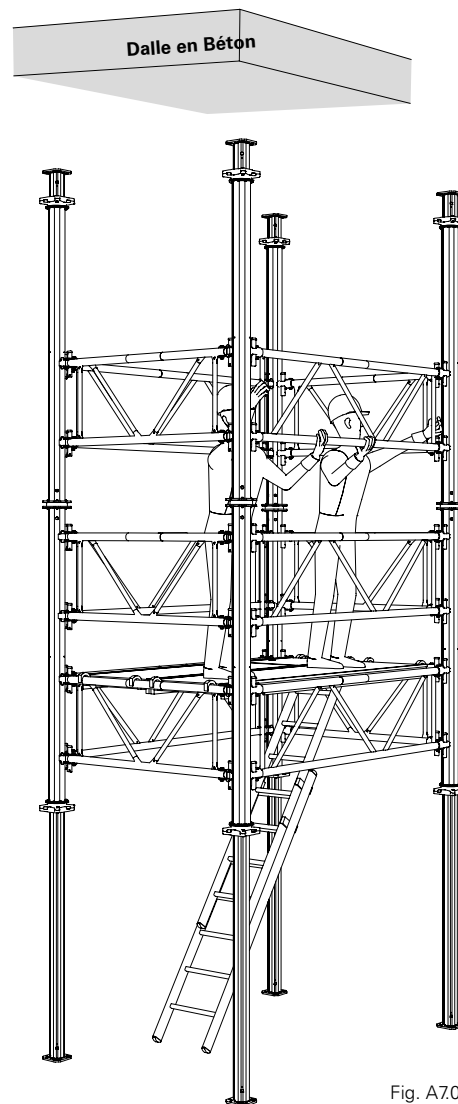

Fig. A7.01
5. Démontez la tour de haut en bas. N'enlevez le contreventement de l'assemblage horizontal que lorsque la stabilité a été assurée. (Fig. A7.01)